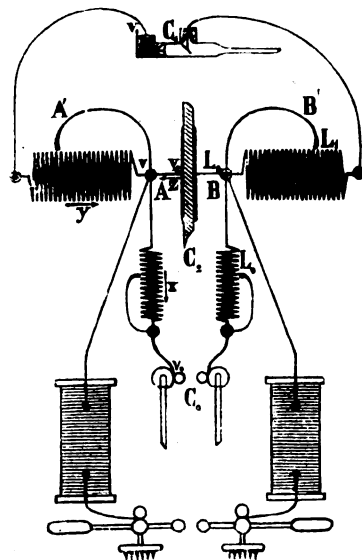

Fig. 1
1. Tutto era disposto simmetricamente rispetto al condensatore  $C_2$  (fig. 1) le cui armature comunicavano con due coppie di eliche formate con filo di rame grosso circa 2 mm., nudo ed assicurato a tre regoli di ebanite. Mediante pozzetti di mercurio le estremità delle eliche maggiori erano collegate cogli elettrodi d'un tubo di Röntgen, e quelle delle eliche minori con uno spinterometro. La carica arrivava al condensatore da una macchina elettroforica passando per i fili secondari di due grandi rocchetti di Ruhmkorff. La macchina era mandata da un motorino idraulico ed era collegata con un tachimetro ed un freno opportuno per mantenerne costante la velocità.